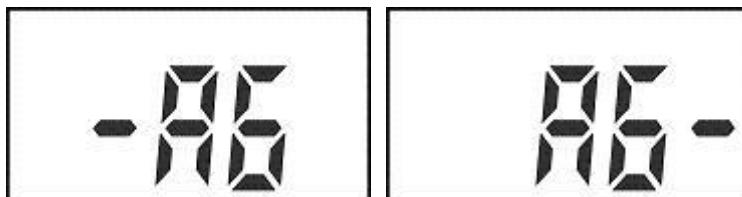

Рисунок 6.8
6.12.2 Вставить в гнездо заряда штекер адаптера сетевого, при этом измеритель переходит в режим заряда не в зависимости от его начального состояния, был ли он выключен, или находился в состоянии измерения. На цифровом индикаторе в процессе заряда отображаются периодически меняющиеся надписи « АБ » и « -АБ » и включена подсветка (рисунок 6.8).